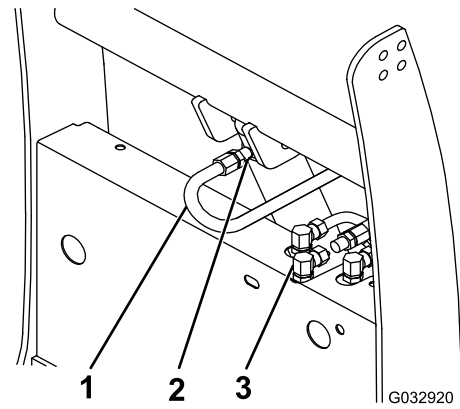

Bild 8
5. Entfernen Sie die Kappe am oberen Anschlussstück am Hubzylinder (Bild 8).
6. Verwenden Sie Gewindesperrmittel und schließen Sie den 39 cm langen Hydraulikschlauch am oberen Anschlussstück am Hubzylinder an (Bild 8). Drehen Sie das Anschlussstück, bis es handfest angezogen ist, und drehen es dann um weitere zwei oder drei Umdrehungen.
7. Erstellen Sie ein S mit dem Schlauch und schließen Sie das freie Ende des Hydraulikschlauchs am hinteren Anschlussstück am Hydraulikfach an (Bild 8). Drehen Sie das Anschlussstück, bis es handfest angezogen ist, und drehen es dann um weitere zwei oder drei Umdrehungen.